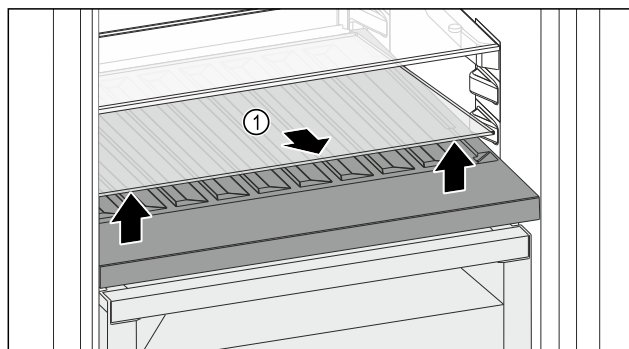

Fig. 146
- ▶ 抬起前部槽上的玻璃隔板 Fig. 146 (1) 并取出。
- ▶ 将玻璃隔板 Fig. 146 (1) 稳妥地放在冰箱外。
- ▶ 将玻璃隔板 (2) 放入可调瓶架下方。